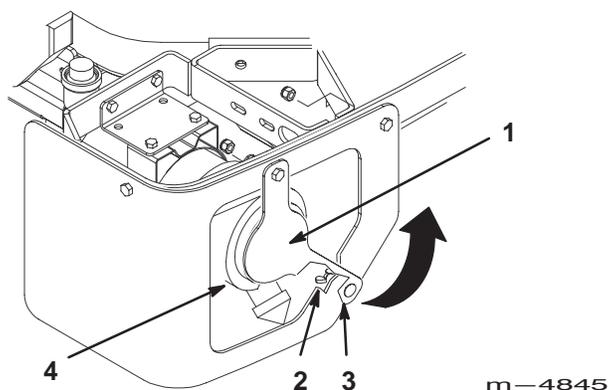

Figure 56
2. Enlevez l'écrou papillon vissé sur le boulon du protège-filtre. Tournez le protège-filtre pour accéder au filtre (Fig. 56).